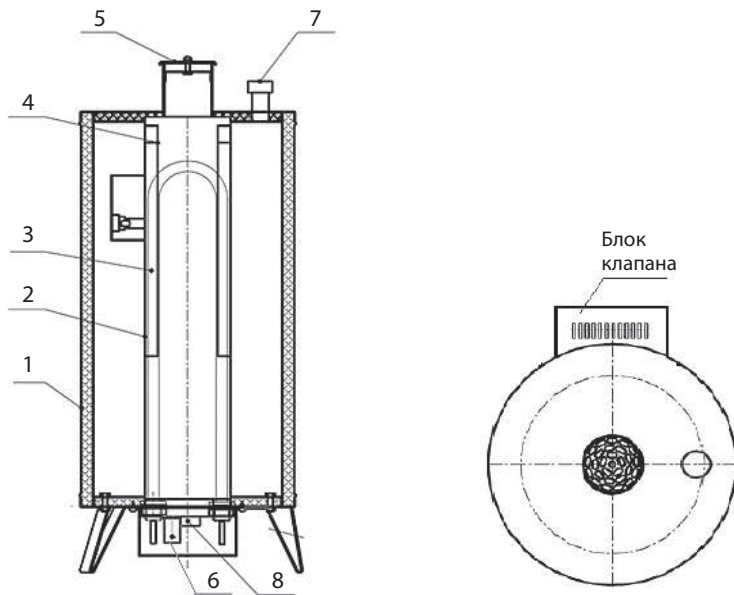

Рис. 1 Устройство Автономного ЭГПП 2,25 кВт
1.4.1 Устройство АЭГПП представлено на рис. 1, 2. Через теплоизолированную емкость для воды (поз. 1, рис. 1, 2) проходит канал коробчатого сечения (поз. 2, рис. 1, 2), в котором установлены ТЭНов (поз. 3, рис. 1, 2). Нагрев воды до состояния кипения происходит за счет передачи тепла через стенки канала от ТЭНов к воде. Внутри канала имеются паропроводящие короба (поз. 4, рис. 1, 2), по которым пар подается в нижнюю часть канала, где смешивается с воздухом, поступающим в канал снизу. За счет конвективных потоков паровоздушная смесь устремляется вверх, нагреваясь до температуры 300-330С выбрасывается в помещение через форсунку (поз. 5, рис. 1, 2). Заполнение емкости водой осуществляется через шланг (поз. 6, рис. 1, 2). К электрической сети АЭГПП подключается через клеммную колодку (поз. 8, рис. 1, 2).
1.4.3 Обеспечение Устройства водой осуществляется от внешней системы водоснабжения через заливной шланг (поз. 6, рис. 1, 2), расположенный на задней стенке Устройства под съёмным кожухом. Слив воды осуществляется через штуцер с заглушкой, расположенный там же.